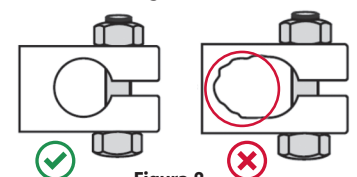

Figura 2
2. Inspeccione la oreja del enganche por posible desgaste anormal, "fuera de redondez" u otro daño. Reemplace el enganche si encuentra estos (**Figura 2**).